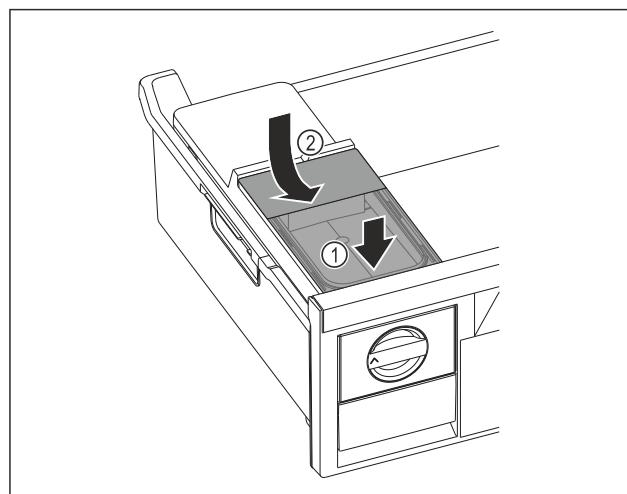

Fig. 77
- Поставете резервоара за вода отпред. Fig. 77 (1)
- Спуснете резервоара за вода отзад. Fig. 77 (2)